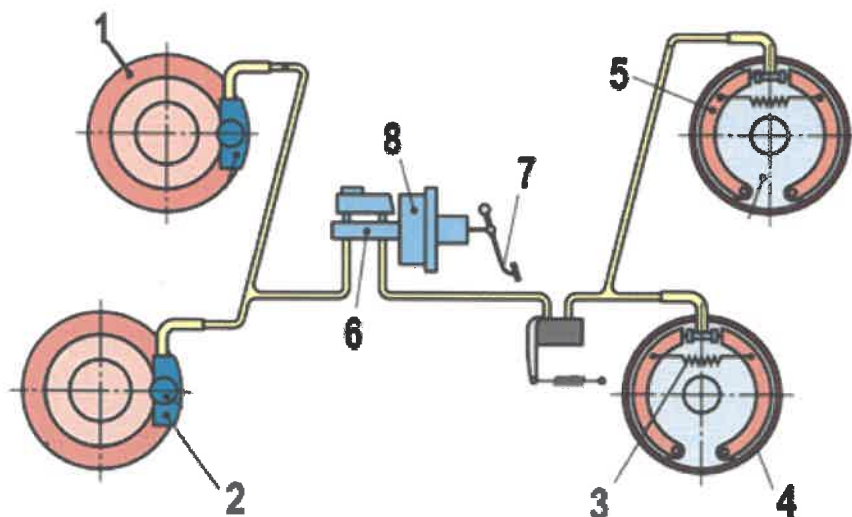

Fig.4
Q.13. Identifier les éléments du circuit de freinage Fig.4 :